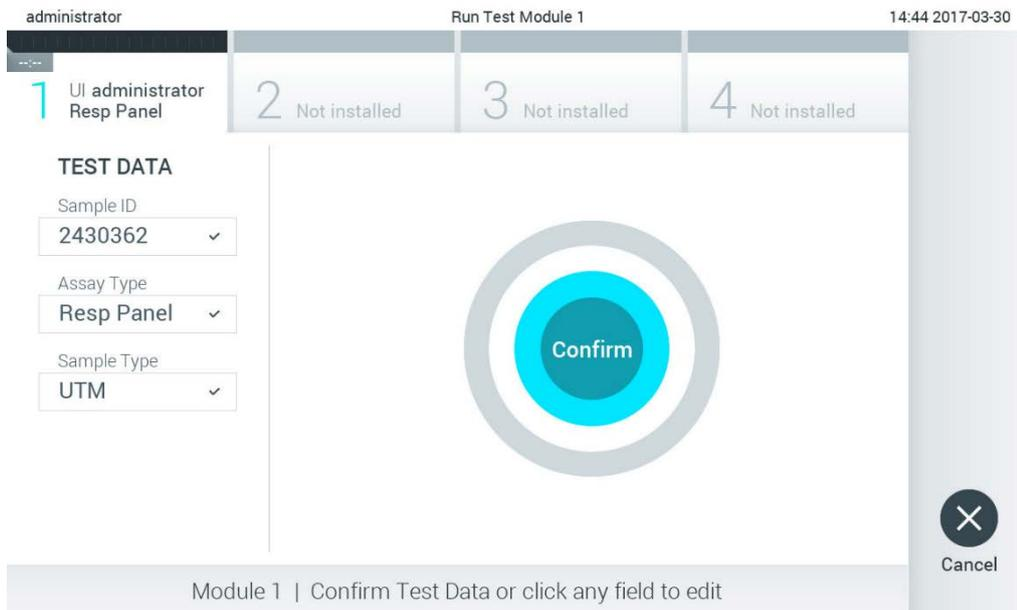

Figura 26. Pantalla Confirm (Confirmar).
5. Aparecerá la pantalla Confirm (Confirmar). Revise los datos introducidos y realice los cambios necesarios; para ello, pulse en los campos correspondientes en la pantalla táctil y modifique la información (figura 26).